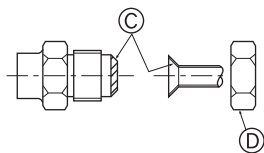

Fig. 4-5
(A) (Fig. 4-5)
(B) (Fig. 4-5)
### 4.4. Tubos de conexión (Fig. 4-5)